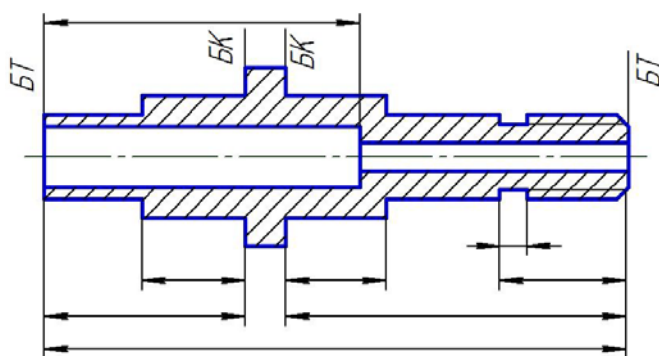

Рис. 2.16. Конструкторские и технологические базы простановки размеров
- размеры внешнего и внутреннего контура детали должны по возможности группироваться (рис. 2.16).